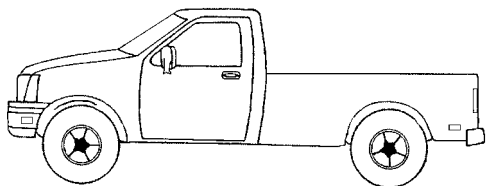

图 5-29 轻型货车
56. 部件专家 A 说部件识别 (ID) 数据可能被压制在铸造的壳体上。部件专家 B 说部件识别 (ID) 数据在汽车所有的主要部件上。谁是正确的？
57. 部件专家 A 说如图 5-29 所示的汽车是双排座驾驶室汽车。部件专家 B 说加长驾驶室汽车可能有两个、三个或四个车门。谁是正确的？